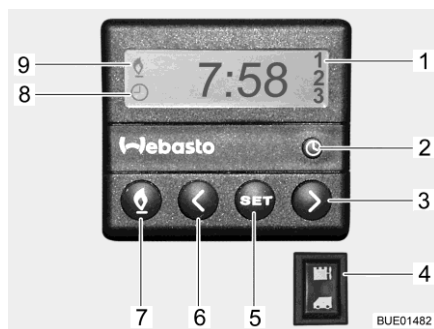

Fig. 131 Centralina di controllo (riscaldamento fisso)
- Premere il tasto (Fig. 131,7). Il funzionamento del riscaldamento viene indicato con il simbolo (Fig. 131,9). La ventola viene inserita solo quando la temperatura dell'acqua di raffreddamento è pari a 30 °C.
- Premere il tasto (Fig. 131,7). Il simbolo (Fig. 131,9) si spegne.
- Premere l'interruttore (Fig. 131,4) in alto. Il motore viene preriscaldato. La ventola viene inserita immediatamente.
- Premere l'interruttore (Fig. 131,4) in basso. Il motore rimane freddo.
- Premere il tasto (Fig. 131,2). L'impostazione dell'ora viene indicata con il simbolo (Fig. 131,8).
- Impostare l'ora con i tasti (Fig. 131,3 e 6).
- Premere il tasto (Fig. 131,5).
- Impostare l'orario di accensione con i tasti (Fig. 131,3 e 6) entro 10 secondi.
- Premere il tasto (Fig. 131,5) fino a che nel display (Fig. 131,1) non appare il numero di programmazione desiderato.